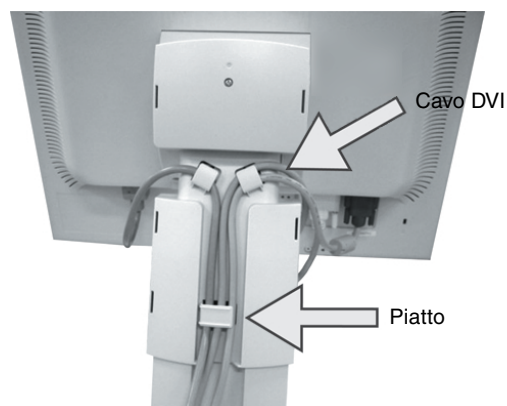

Figura C.3
7. Inserire il cavo DVI nei ganci specifici indicati nella **figura C.3**.
8. Assicurarvi che tutti i cavi siano piatti contro il supporto (**figura C.3**).